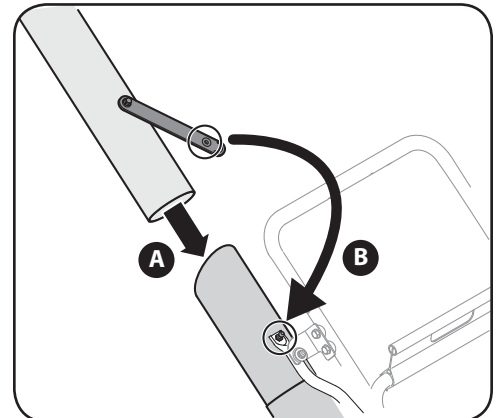

Figure 3-6
- b. Fixez la courroie de la rallonge sur la goupille du boyau. Voir Figure 3-6.